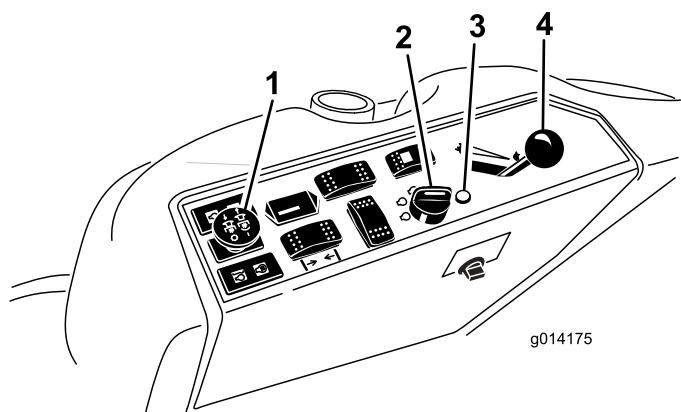

図 9
4. PTO スイッチをOFF 位置とする (図 9)。
5. スロットルレバーを Fast と Slow の中間にセットする (図 9)。